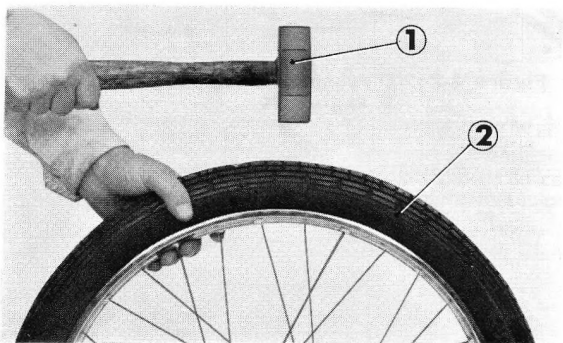

Figure 4-6: ① maillet ② pneu
- a) Après montage du pneu et de la chambre, gonfler à environ 0,5 kg, et frapper tout autour avec un maillet en bois pour éviter le pincement de la chambre (figure 4-6).